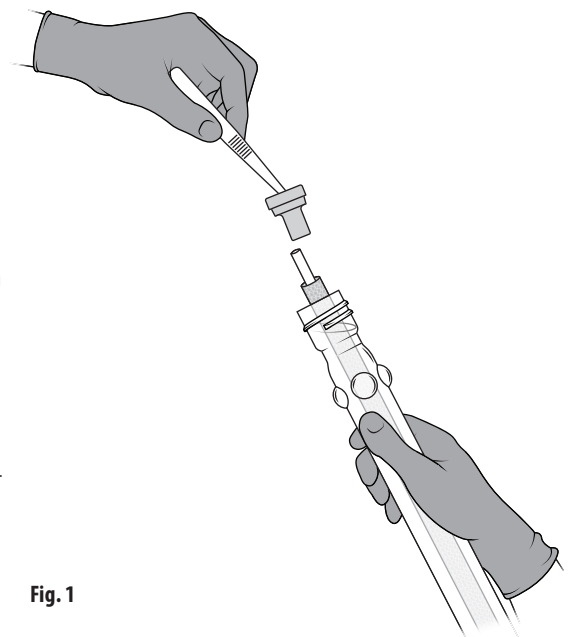

Fig. 1
- Ta bort locket och kassera det. Ta bort stopparen med peang och kassera den. Tängen måste också kasseras eftersom den nu betraktas som icke-steril. Fig. 1.